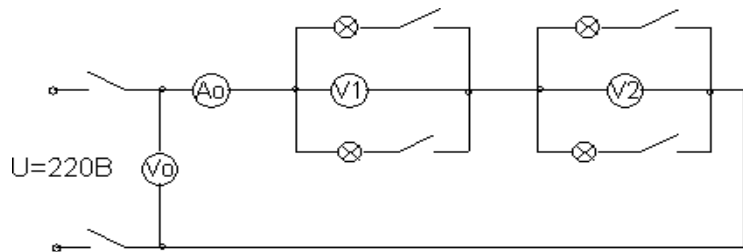

Рис.2
2. Собрать схему для проверки второго закона Кирхгофа рис.2